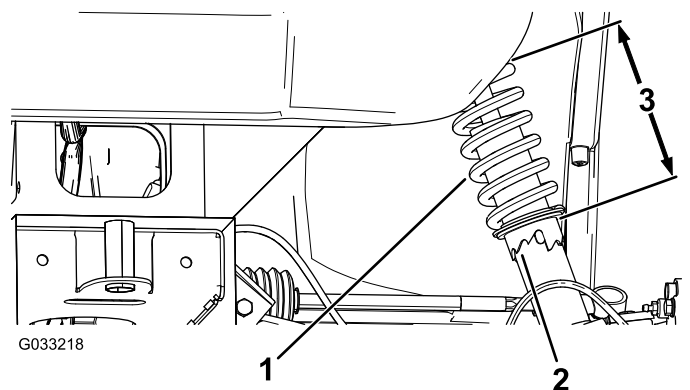

Figura 58
2. Si la caída de la rueda está mal, utilice la llave de gancho para girar el collarín del amortiguador para alinear la rueda (Figura 58).